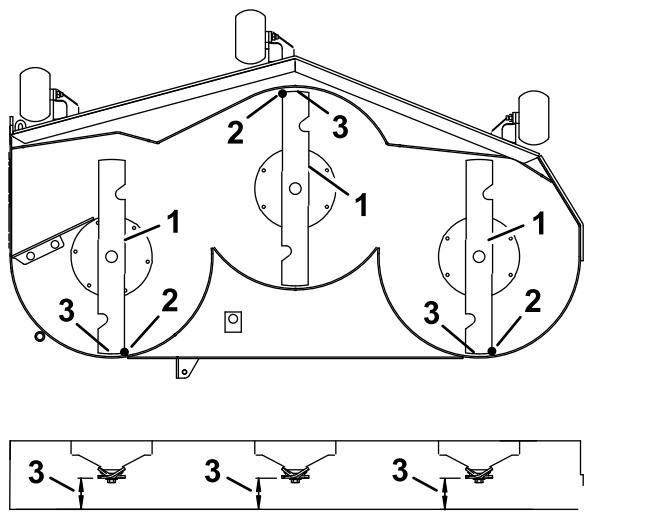

Рисунок 78
7. Проверьте выравнивание ножа по горизонтали в продольном направлении (Рисунок 78). Убедитесь, что передний конец ножа ниже заднего конца ножа, как показано в таблице высоты подставок и угла наклона ножей. Если необходима регулировка, перейдите к выполнению данной процедуры.